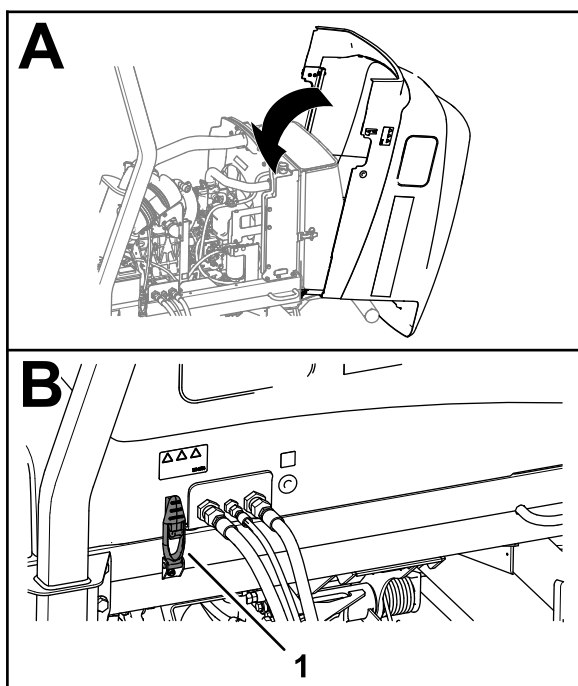

Рисунок 61
1. Осторожно поверните капот, чтобы закрыть его (Рисунок 61).